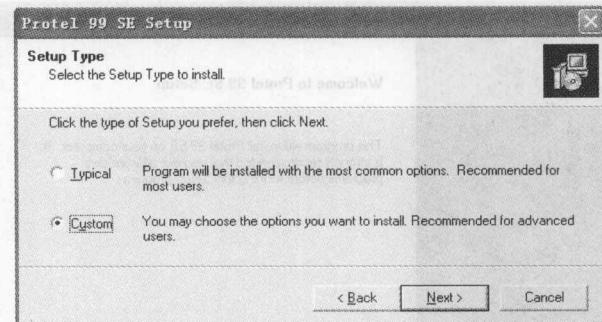

图 1-6 安装方式选择对话框
(6) 单击“Next”按钮，系统弹出的如图 1-6 所示的安装类型选择对话框，可以选择 Typical 单选框进行典型安装，也可选择 Custom 单选框进行自定义安装，这里选 Custom 自定义安装，因为该模式安装 SIM99 仿真器，这在后续仿真分析时要用到。